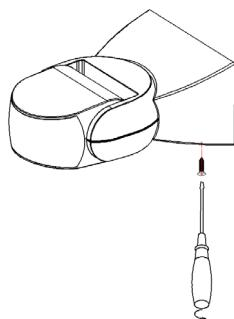

Рисунок 1
- Снимите основание, поддевая его плоской отверткой (см. рисунок 1)